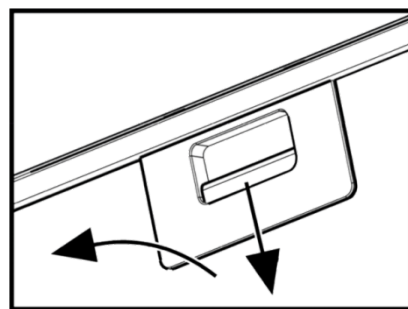

Рис.6
8.6 Для зняття алюмінієвого фільтра (рис.6) слід натиснути на пружинну засувку і, потягнувши на себе і вниз, зняти фільтр з панелі. Встановлення фільтра виконати в зворотному порядку.